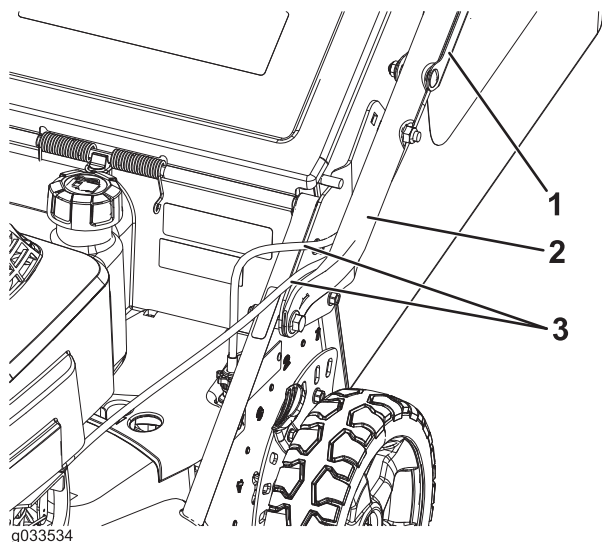

Figure 4
4. Faites passer les câbles de commande entre le plateau de coupe et le guidon pour les protéger des dommages (Figure 4).